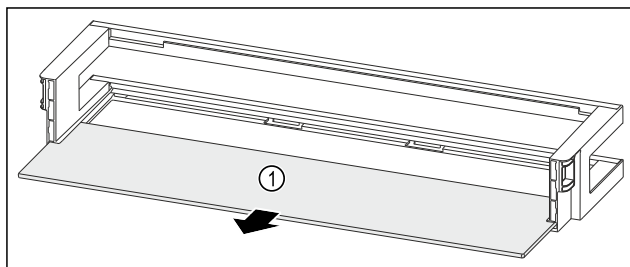

Fig. 250 Rafti i derës me raft mbajtës
- Hiqni raftin mbajtës Fig. 250 (1).